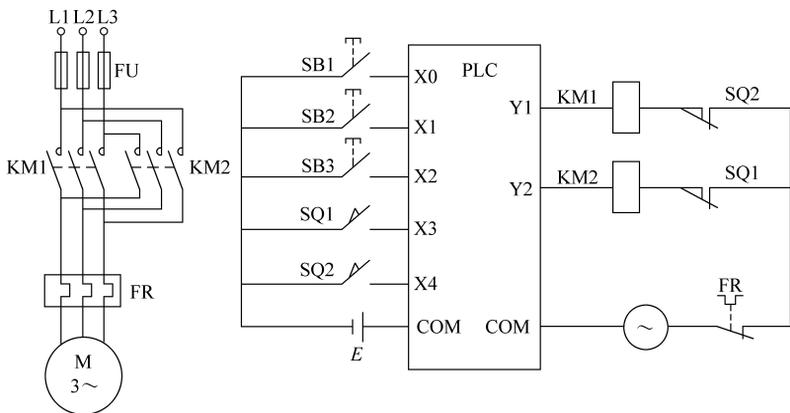

图 3-14
1. 识读 PLC 控制电动机自动往返控制电路及 I/O 接线图（见图 3-14）。